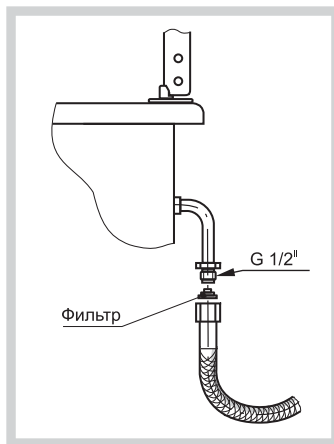

Рис. 14
- выбранный шланг должен иметь документ, указывающий дату изготовления, срок службы и замены, и установлен в соответствии с рис. 14;